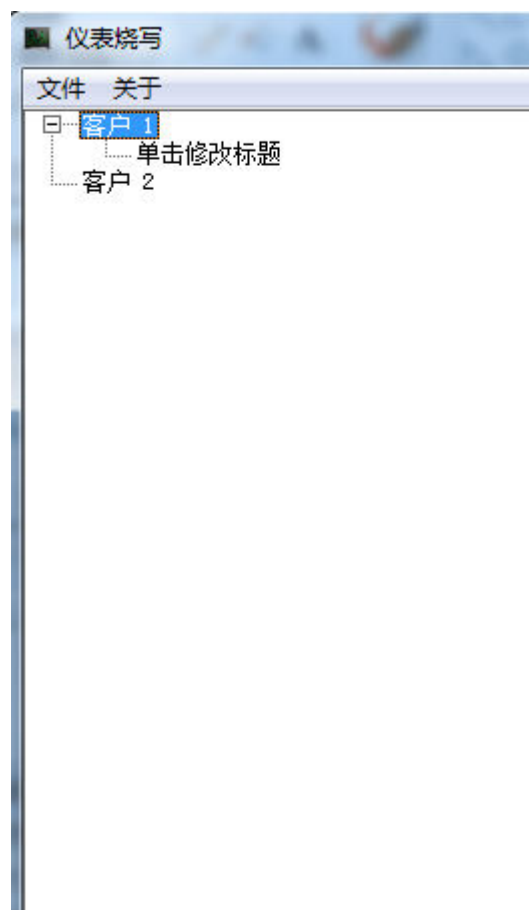
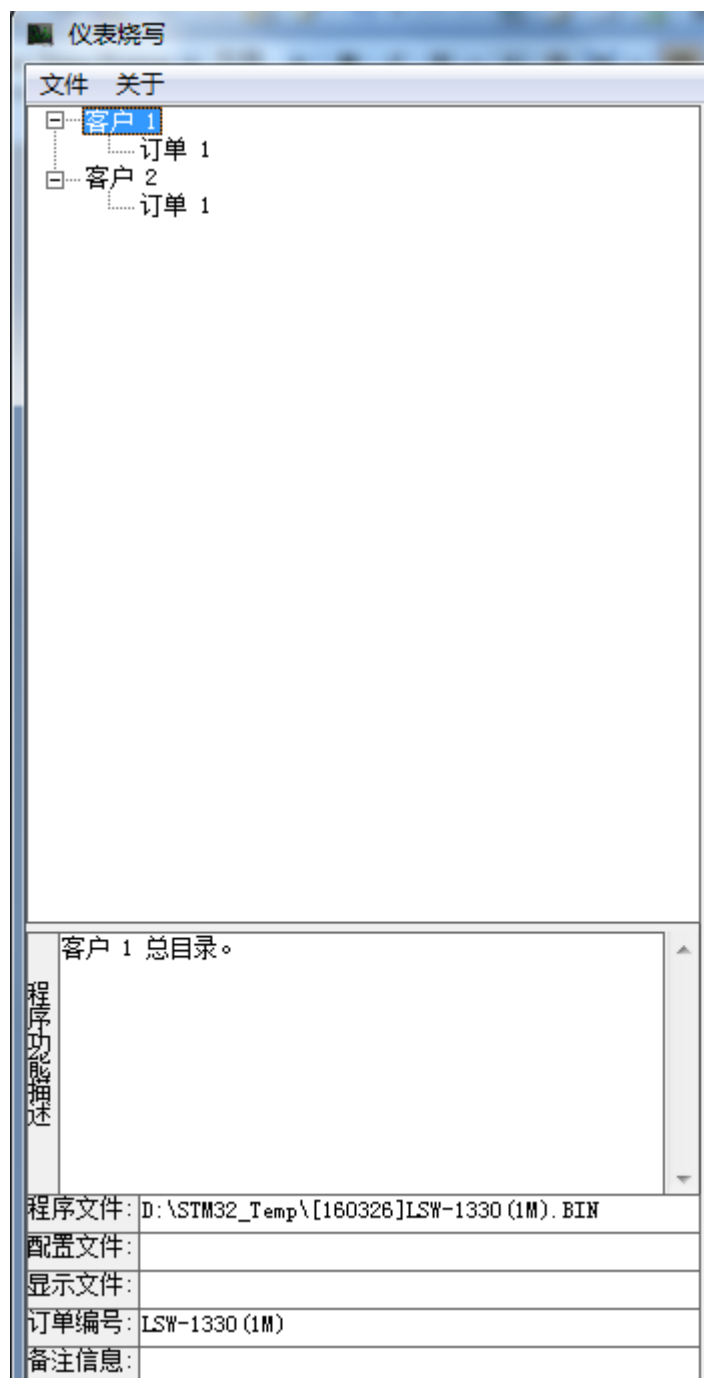

图 7
图 8
5. 添加子目录：选择 **客户 1** 右键选择**添加子集**，见图 7，单击修改标题，最终效果见图 8。
6. 添加备注信息：结构树编辑框中每一个标题都可以添加相应的辅助信息，图 8 中，在 **程序功能描述** 文本框中可以输入 150 字左右的辅助介绍文字；在 **程序文件** 文本框中双击可以添加对应订单编号的程序文件存放的目录；**订单编号** 文本框中可以填写对应的订单编号，**备注信息** 框同上，**订单编号**和**备注信息**文本框中的信息在程序下载的时会被烧写到控制器中，通过读取控制器版本信息可以获取之前保存的信息。注意，以上所有添加的辅助信息必